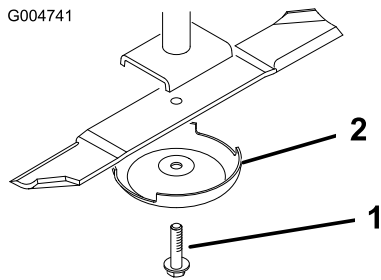

Bild 110
3. Entfernen Sie die Messerschraube, die Antiskalpierkuppe und das Messer von der Spindelwelle (Bild 110).